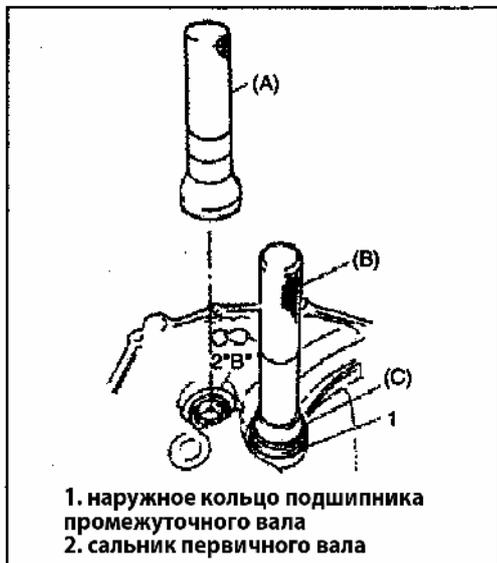

Рис. 396
2) Установите наружное кольцо правого подшипника при помощи специального инструмента и молотка (Рис.396).